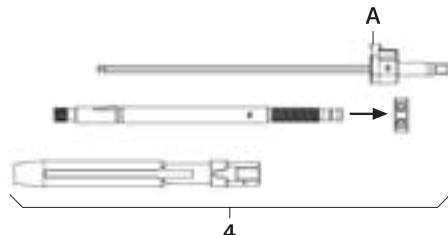

Fig. 2
- Demontera repositionsspak 4, se Fig. 2: Tryck kraftigt på knappen A och ta ut skravmejseln FW234R.